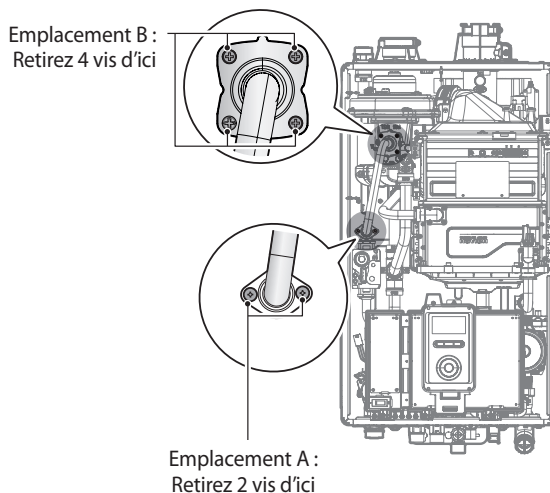

Figure 3. Retrait de la soupape à gaz du tuyau d'entrée de gaz et du moteur du ventilateur
5. Utilisez un tournevis Phillips pour retirer les deux vis de l'emplacement A - le raccordement situé sous la soupape à gaz et relié au tuyau. Reportez-vous à la figure 3 à des fins de référence. Une fois les vis retirées, séparez délicatement le tuyau de la soupape à gaz.